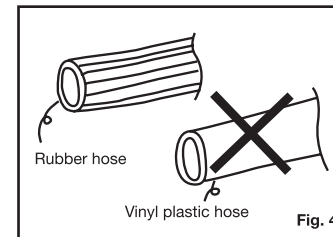

Fig. 4
- Connectez les cylindres de gaz uniquement à l'aide d'un tuyau en caoutchouc. L'utilisation d'un tuyau en plastique vinyle peut être dangereux (Fig.4).
- Use only a rubber hose to connect to gas cylinders. Do not use a vinyl plastic hose, as this can be dangerous. (Fig. 4)